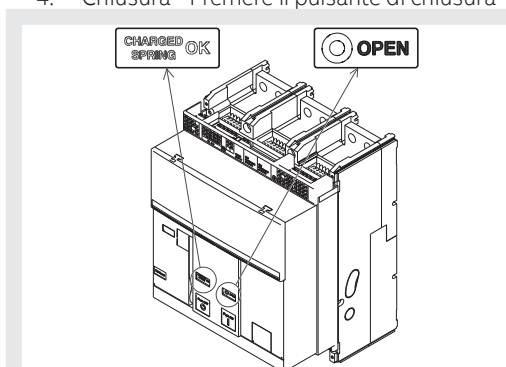

Figura 20
3. Controllare che l'interruttore sia aperto (segnalatore aperto/chiuso "O - OPEN"), e controllare che le molle siano cariche (segnalatore molle "giallo - CHARGED SPRING") come indicato in Figura 20.